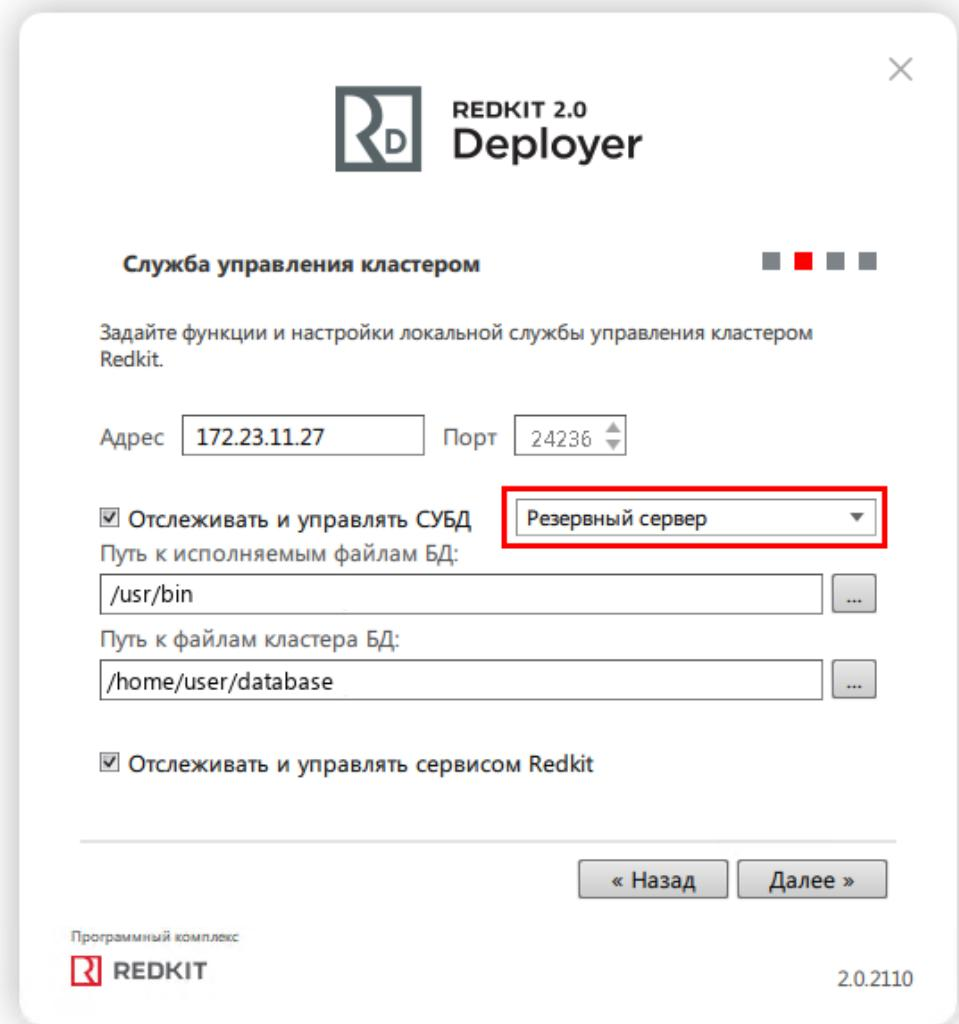

Рисунок 37 - Служба управления кластером
8. Укажите настройки службы управления кластера Redkit согласно Таблице 7 и нажмите "Далее" (Рисунок 37).